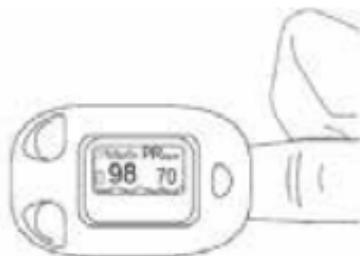

Figure 5. Placer correctement le doigt
1. Le doigt doit être correctement placé (cf. illustration proposée en figure 5 du présent manuel). À défaut, la mesure pourrait être imprécise.
- 2 Ouvrir la pince comme indiqué sur la figure 5.